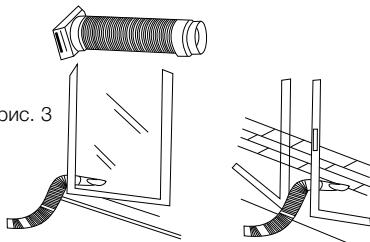

рис. 3
- A) Временный монтаж (см. рис. 3)